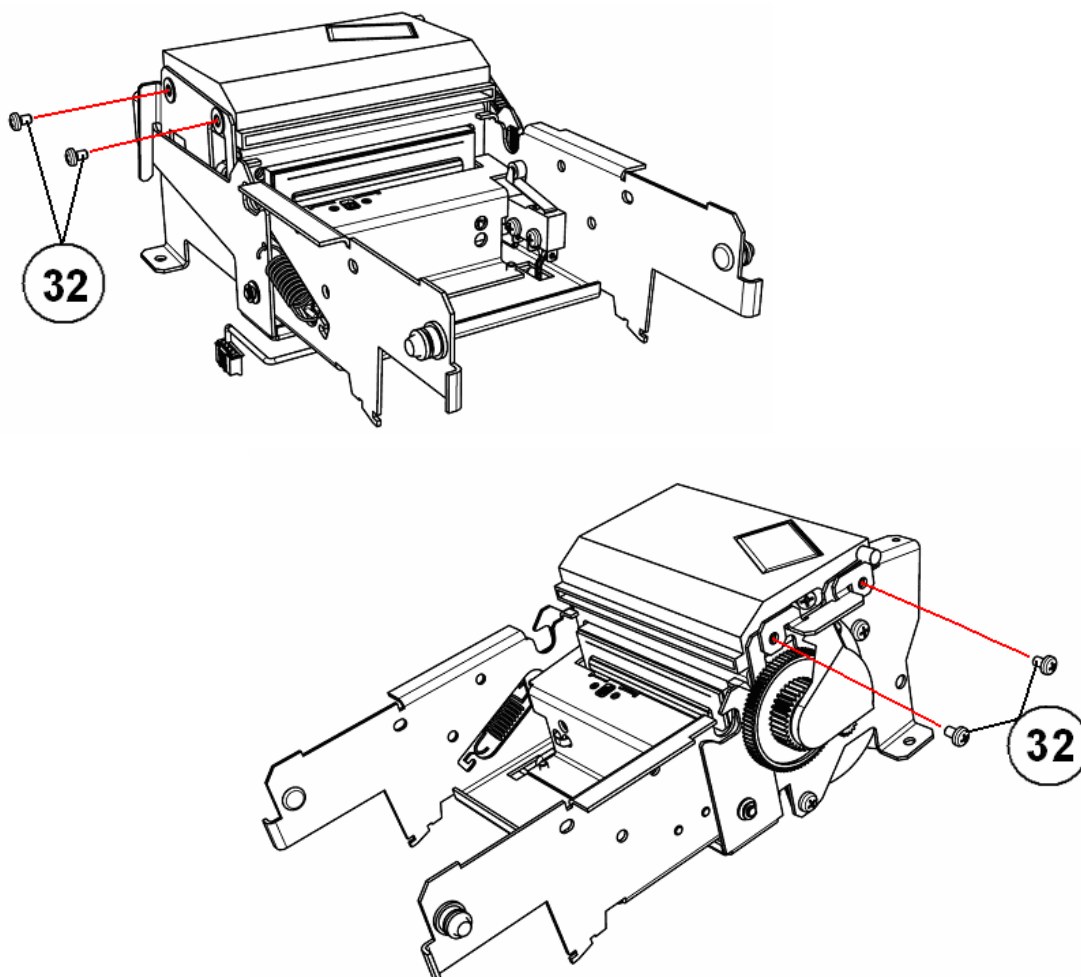

Рисунок 17. – Винты крепления отрезчика.
- ◆ Открутите 4 винта крепления отрезчика к шасси принтера, см. рис. 17, поз 32;